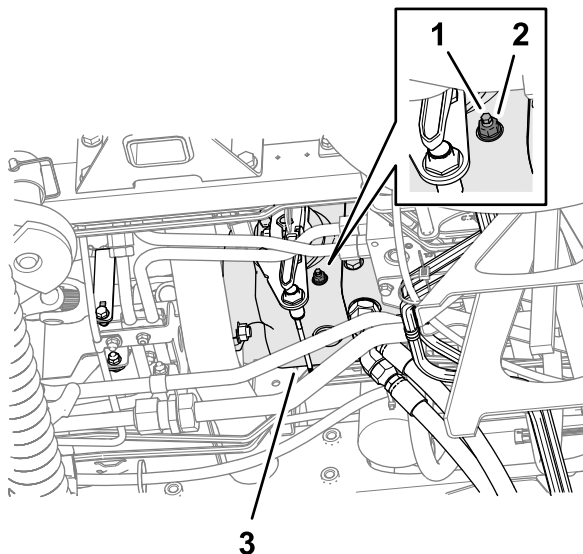

Figure 89
3. Sur le fond de la machine et à droite de la pompe de déplacement, desserrez le contre-écrou qui fixe la vis de réglage du retour au point mort (Figure 89).